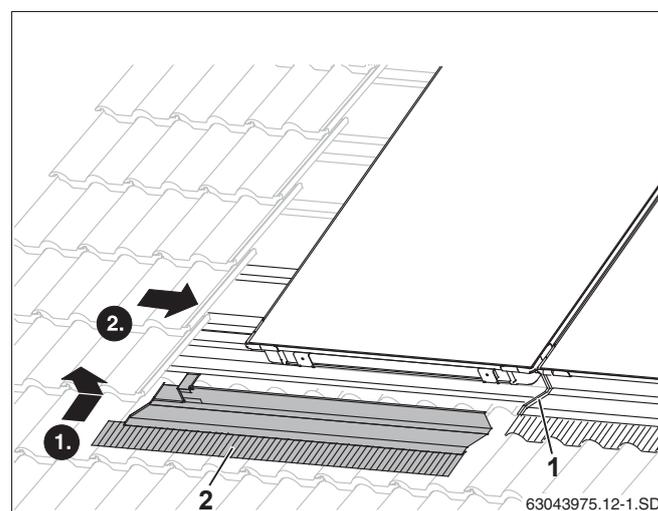

Рис. 47 Укладка левого нижнего накладного листа
- ▶ Уложите левый накладной лист (рис. 47, **поз. 2**) на предыдущий и смонтируйте как правый. (рис. 44)
Защитную пленку можно снять с накладного листа (рис. 47, **поз. 1**) только после того, как будут закреплены все листы.